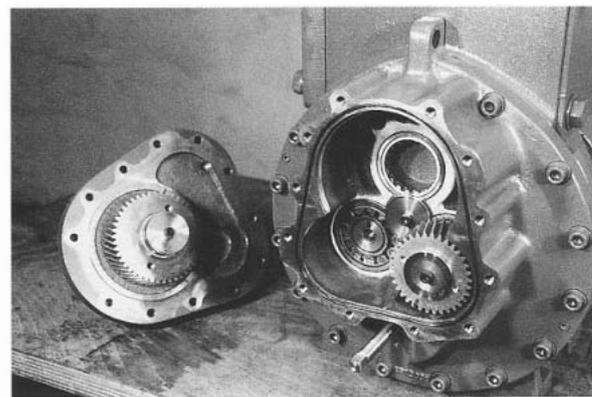

Рис. 21
10. Соберите уплотнительное кольцо. (Рис. 21)